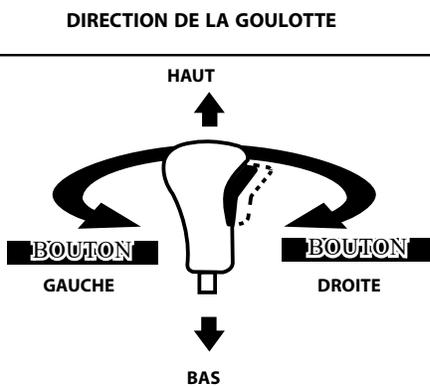

Figure 3-8
- Pour changer la direction d'éjection de la neige, pressez sur le bouton de la gâchette de la manette et faites pivoter la manette vers la droite ou la gauche. Voir Figure 3-8.